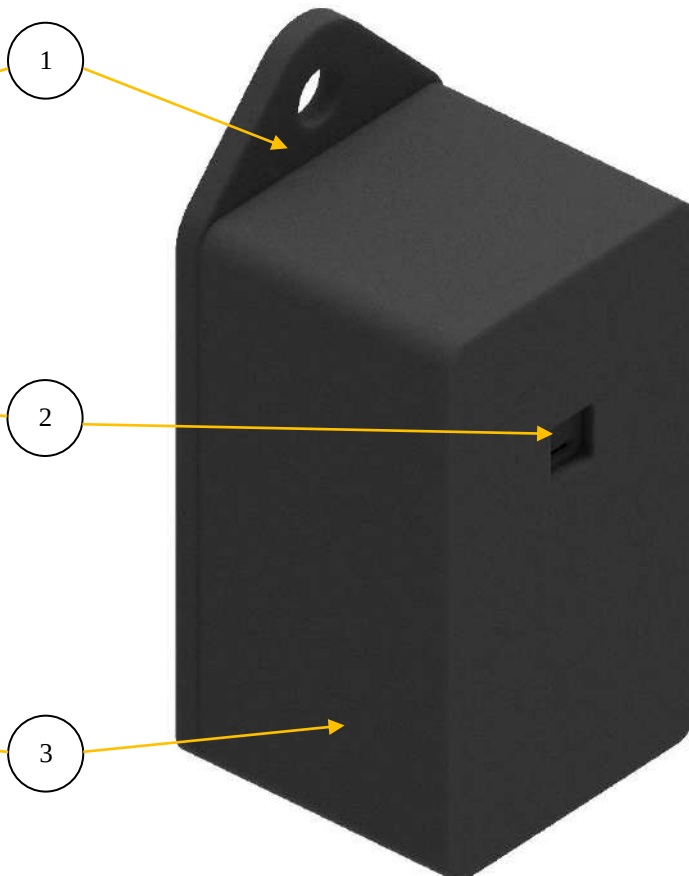

Рис. 17.: “Датчик влажности”
3.2. “Датчик влажности” (Рис.16.: Датчик влажности. Вид спереди., Рис.17: Датчик влажности. Изометрия)